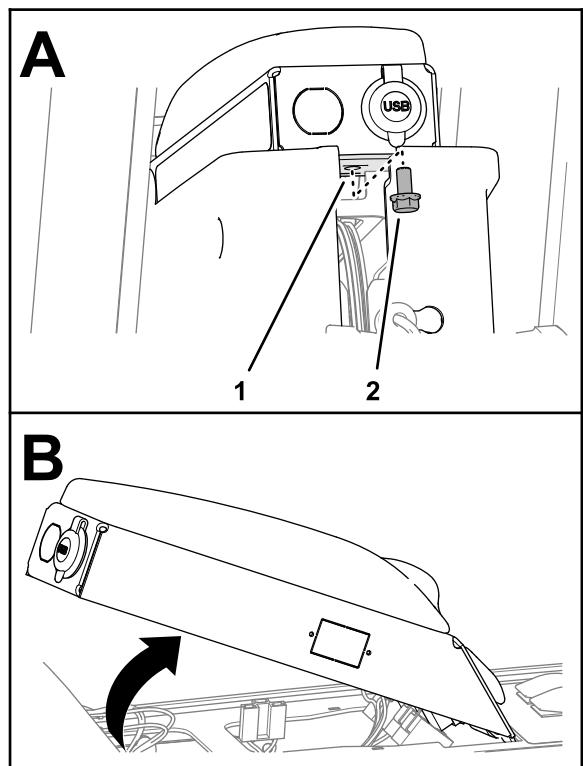

Figura 103
4. Remova o parafuso de cabeça flangeada ($\frac{5}{16} \times \frac{5}{8}$ pol.) que prendem o painel do braço à estrutura da consola (Figura 103).
5. Incline o painel do braço da estrutura (Figura 103).